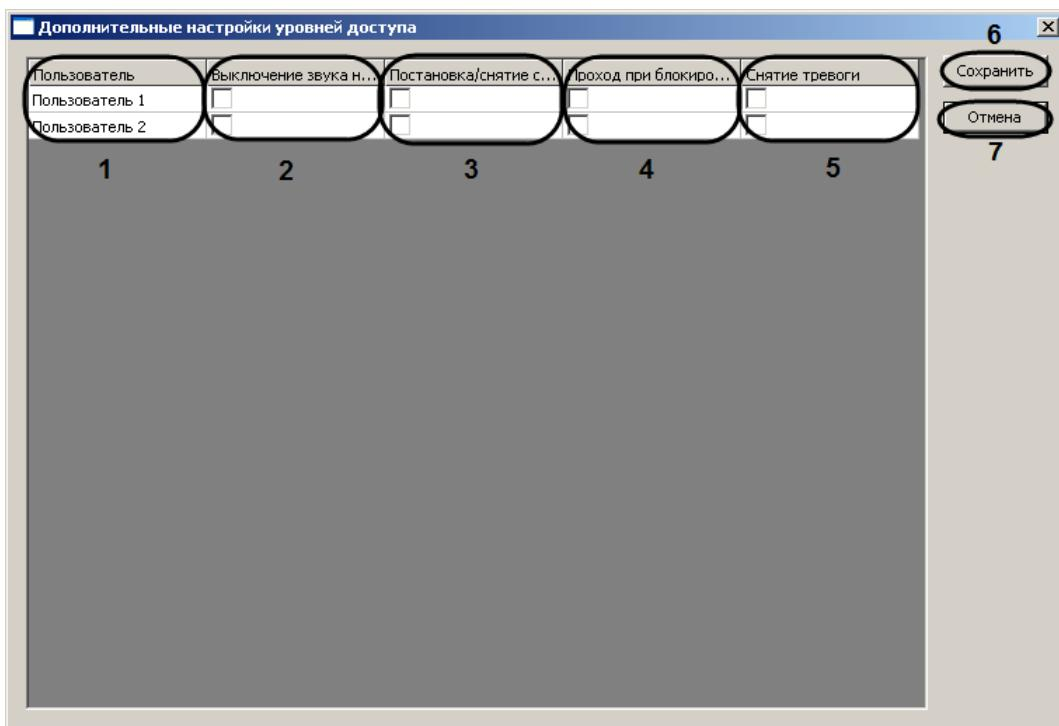

Рис. 3.4—8 Настройка привилегий пользователей
4. В столбце **Пользователь** отображается список пользователей, зарегистрированных на Сервере Интеллект (см. Рис. 3.4—8, 1).